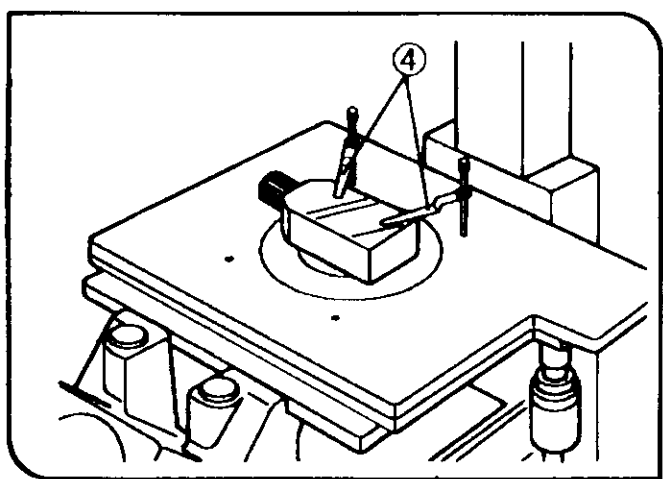

图 86
- 1. 将 IX SCL 样品夹(4)拧入载物台上表面的螺丝孔中。(图 86)